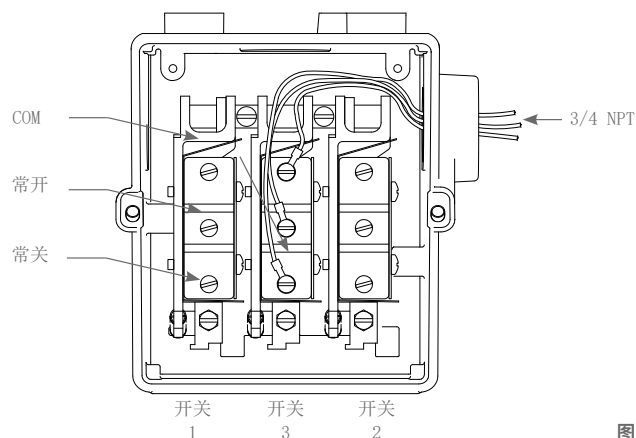

图 1
① 拆下固定盖板和密封垫圈的两个螺钉。
② 外壳右侧提供有一个 3/4" NPT 套管连接口。外壳左侧和背面有两个直径 7/8" 的半预开孔。可使用螺丝刀和锤子轻松撬掉孔中堵板。
③ 将套管连接至外壳, 将接线连接至端子, 注意遵守当地和国家级电气规范。三个开关端子标注清晰, 分别为“共用”、“常开”和“常闭”。将接线从外壳背面穿入, 引至端子处 (见图 1)。
i 需保证接线足够松弛 (见图 1), 避免影响进行设置调节时的开关动作。安装时, 确保接线不接触外壳。